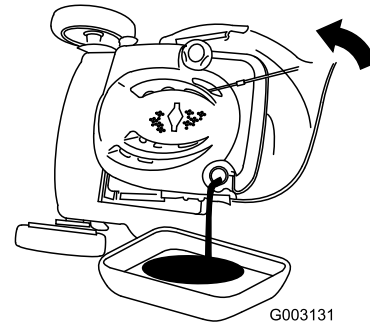

Bild 43
- Kippen Sie den Rasenmäher seitlich (Luftfilter nach oben), um das Altöl über den Öleinfüllstutzen abzulassen (Bild 43).